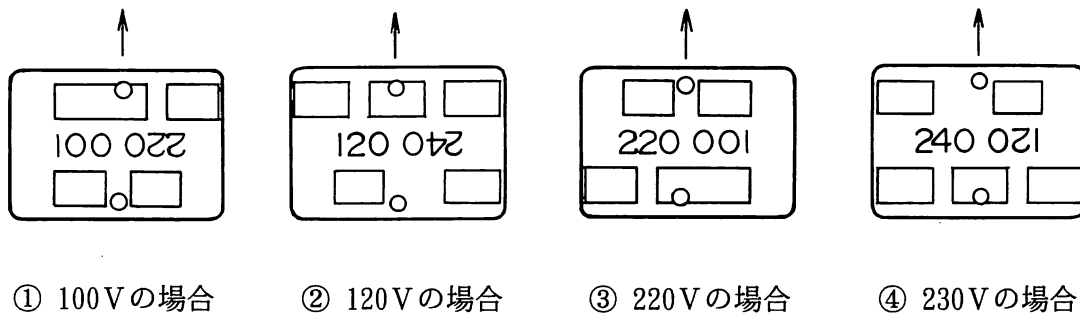

図9-3 電圧切換え用プリント板
- 3) このプリント板は、差し込む面と方向を換えることによって電源電圧を変更します。今、AC120Vへ変更する場合は、図9-3②の様に“120”の数字が手前上から読めるように差し込みます。最後までしっかりと差し込んでください。